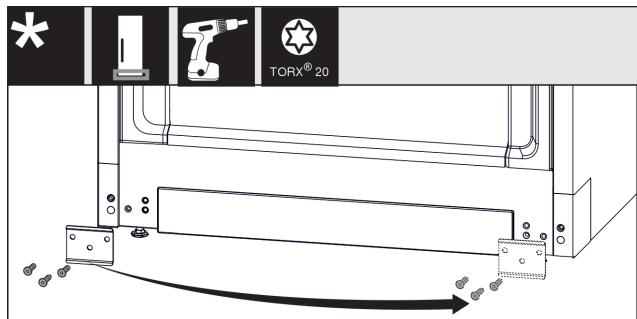

Fig. 10
- Відкрутити щиток, переставити на інший бік і знову накрутити. Fig. 10 (1)
- Знову одягнути кришку з іншого боку. (1)